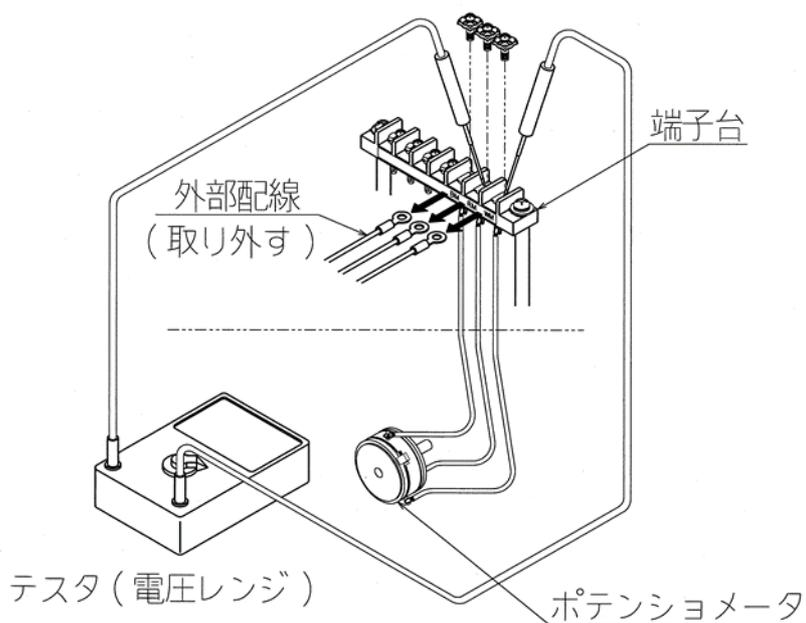

図7：ポテンシオメータの点検
(1) ポテンショメータの点検方法（図7参照）
- ①コントロールモータを電動動作で全閉位置とし電源を遮断します。
- ②端子箱カバー（スイッチカバー）を外し、端子BM, RM, WMに接続されている外部配線を解線します。
- ③ポテンショメータのWM端子に（-）、BM端子に（+）とし、DC 5Vを印加してください。